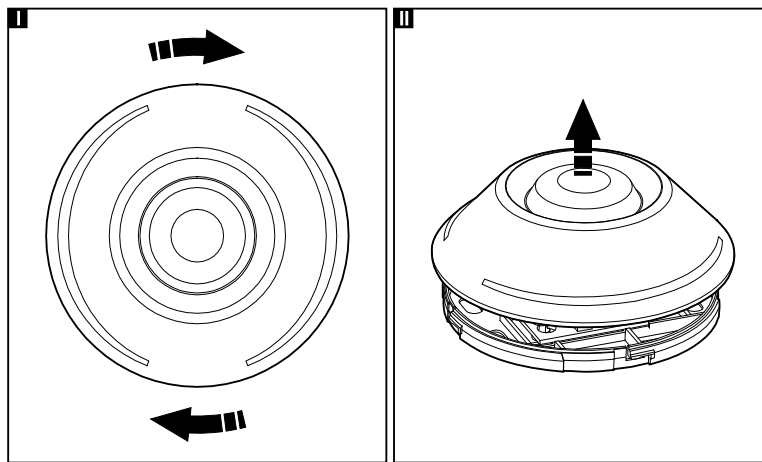

Abb. 4. Öffnung des Gehäuses.
1. Gehäuse wie in Abbildung 4 öffnen.